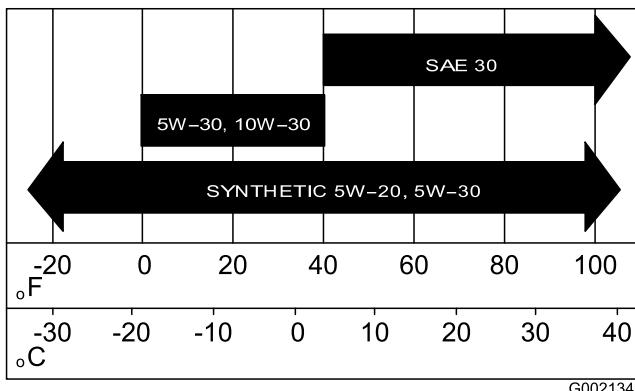

Bild 40
- Füllen Sie das Kurbelgehäuse mit dem Öl der angegebenen Sorte, siehe Bild 40 in Wechseln des Motoröls \(Modell 07273 und 07273TC\) \(Seite 35\).